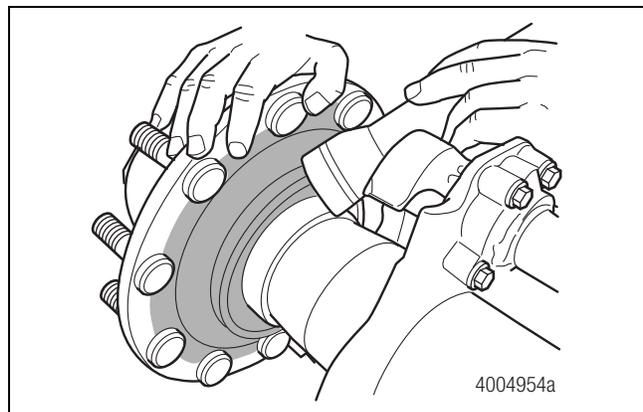

Figura 2.7
1. Revise el sello de grasa interno de la maza para detectar posibles fugas. Cuando un sello tiene fugas, el reverso de la maza integral se manchará con lubricante, de manera similar a una maza convencional. Figura 2.7.